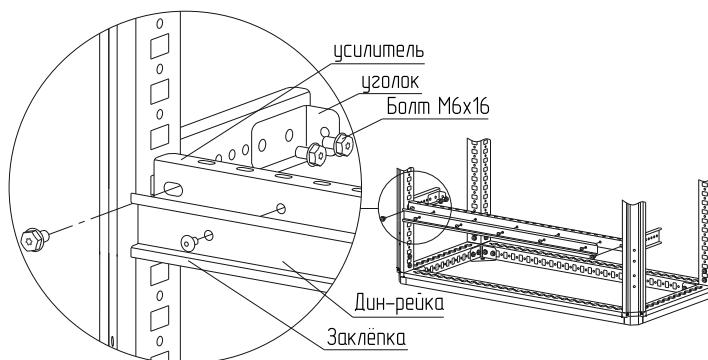

Рисунок 46
4.24.3 Установите на нужную глубину уголки на кронштейны, закрепите болтами M6×16, момент затяжки – 7 Н·м. (рисунок 46). Закрепите усилитель на уголки болтами M6×16, момент затяжки – 7 Н·м. Закрепите дин-рейку на усилителе заклёпками вытяжными 4.8 мм.